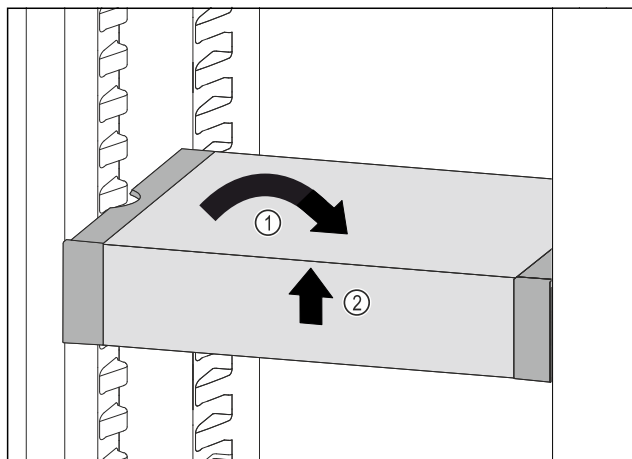

Fig. 130
- ▶ Seadke VarioSafe otseks. Fig. 130 (1)
- ▶ Tõstke VarioSafe eest üles. Fig. 130 (2)